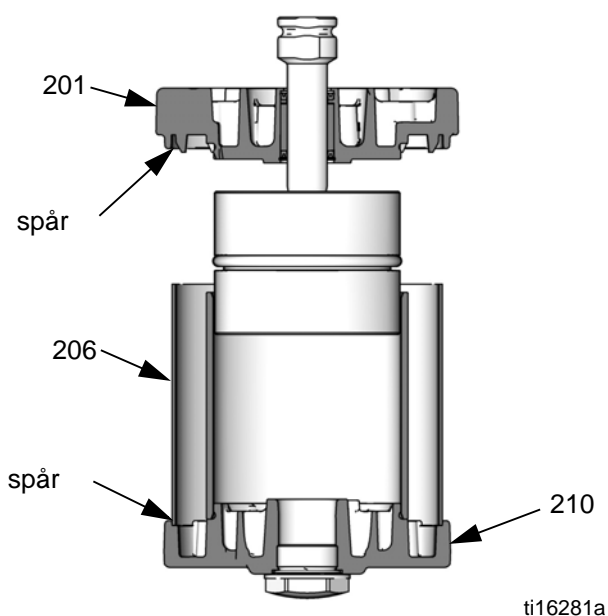

FIG. 19. Passa in avskärmningen i spåren på skydden
5. Smörj och installera O-ringen (202*) på botten-skyddet (201).
6. Skjut noga den gängade änden av stången (218) upp genom botten-skyddet (201).
7. Lägg på bindemedel 16G561 på stångens (218) gängor. Skruva kolven (219) på stången. Placera kolven i en skruvtving med mjuka käftar och vrid till 47–54 N•m (35–40 ft-lb).
8. Smörj och installera o-ringen (204*) på kolven (219).
9. Se FIG. 19. Placera noga botten-skyddet/kolvanordningen på cylindern (205) och skjut in kolven (219) i cylindern. Förgreningsytorna på topp- och botten-skydden måste vara inpassade. Se till att avskärmningen (206) är i spåret på både topp- och botten-skydden.